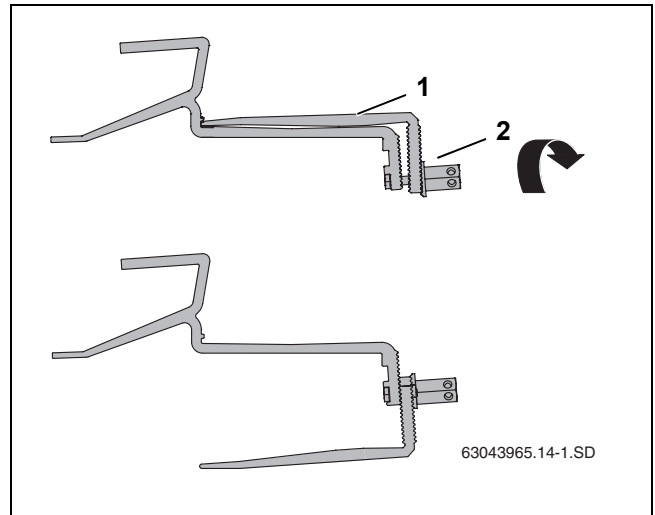

Fig. 11 Girar la parte inferior de los ganchos de tejado
- ▶ Suelte la tuerca larga (Fig. 11, [2]) del gancho de tejado y sitúe la parte inferior del mismo (Fig. 11, [1]) en la posición correcta.